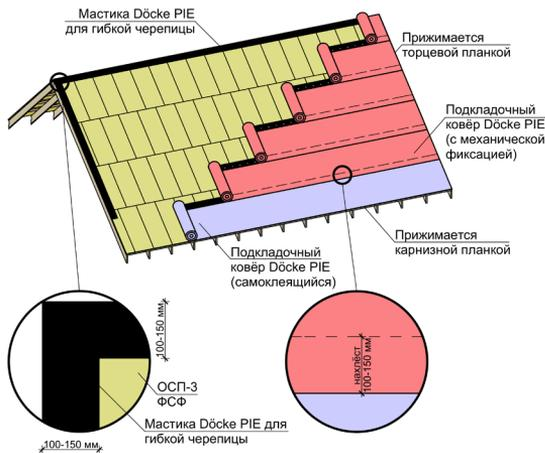

Рис. 6 Схема расположения подкладочного ковra Döcke PIE (последовательность укладки полотен в соответствии с п. 4.1.2).
4.1.5 Крепёж подкладочного ковра – тип 1 (таблица №1). Шаг гвоздей составляет 200 мм в местах нахлёстов (рис. 6). Самоклеящиеся ковры Döcke PIE вдоль карниза снизу прижимаются карнизными планками (п.5). Самоклеящийся подкладочный ковёр необходимо крепить гвоздями в тех случаях, когда планируются перерывы в работе, а также когда планируется использовать ковры в качестве временной кровли.